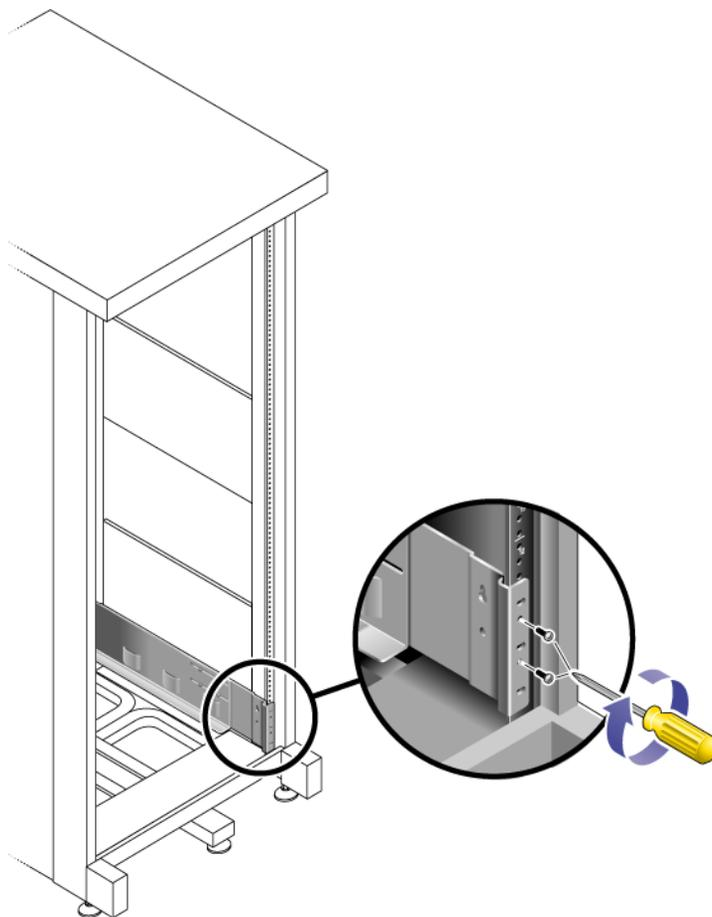

FIGURE 2-5 Fixation du rail gauche à l'arrière de l'armoire
6. Utilisez le tournevis cruciforme n°3 pour insérer et serrer les quatre vis métriques M6 (deux par côté) à l'arrière du rail (FIGURE 2-5).